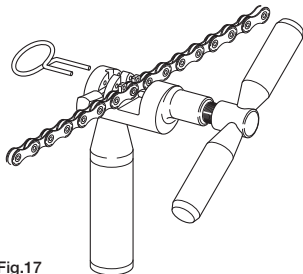

Fig.17
- Introducir el eslabón que hay que cerrar en el alojamiento correspondiente (Fig. 17).